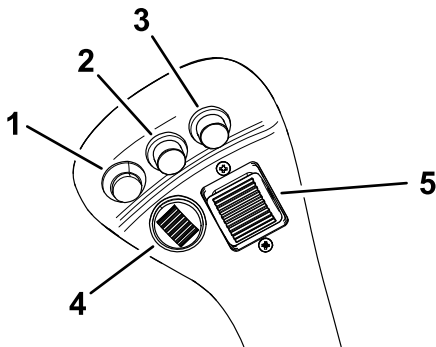

Figura 20
- Para accionar un accesorio hidráulico en dirección hacia adelante, pulse el botón derecho (Figura 20).
- Para accionar un accesorio hidráulico en dirección hacia atrás, pulse el botón central (Figura 20).
- Para detener el accesorio hidráulico, pulse el botón izquierdo (Figura 20).
Gire la palanca de extensión hacia adelante para extender los brazos de carga (Figura 20); gire la palanca hacia atrás para retraerlos.